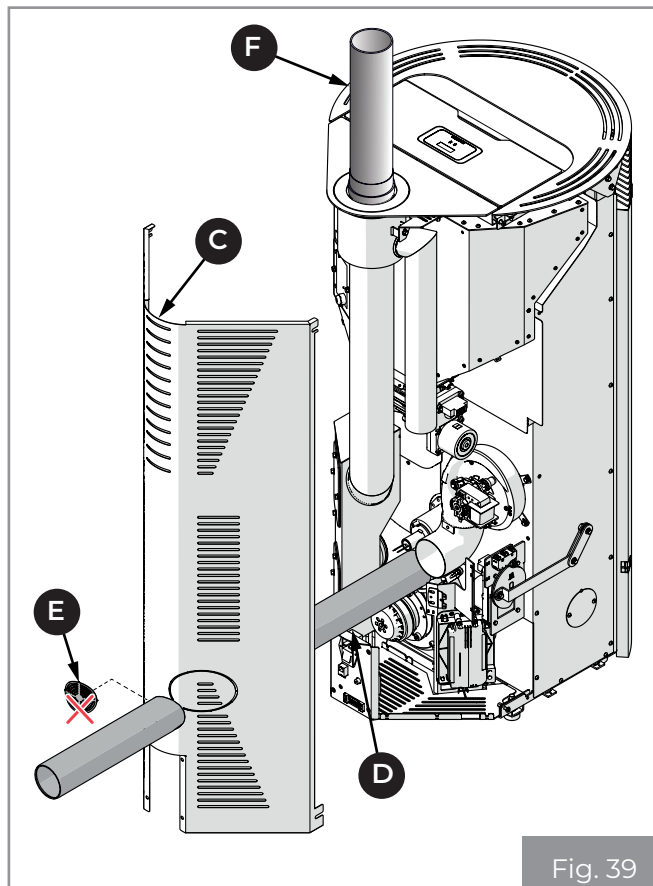

Fig. 39
- Togliere il pretranciato (E) sullo schienale (C) e far passare il tubo flessibile (D) per collegarlo ad una presa d'aria esterna (Fig. 39).
- Rimontare lo schienale (C) e i laterali (A) e (B) procedendo in modo inverso a quanto descritto in precedenza.
- Collegare il tubo uscita fumi (F) (Fig. 39).